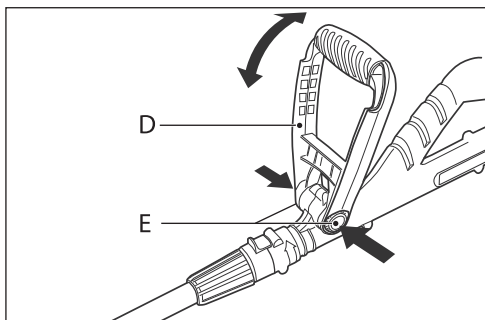

Рис. 6
Угол наклона рукоятки вы можете поменять, нажав на фиксирующие кнопки (Е) и перемещая рукоятку (D) (рис. 6).